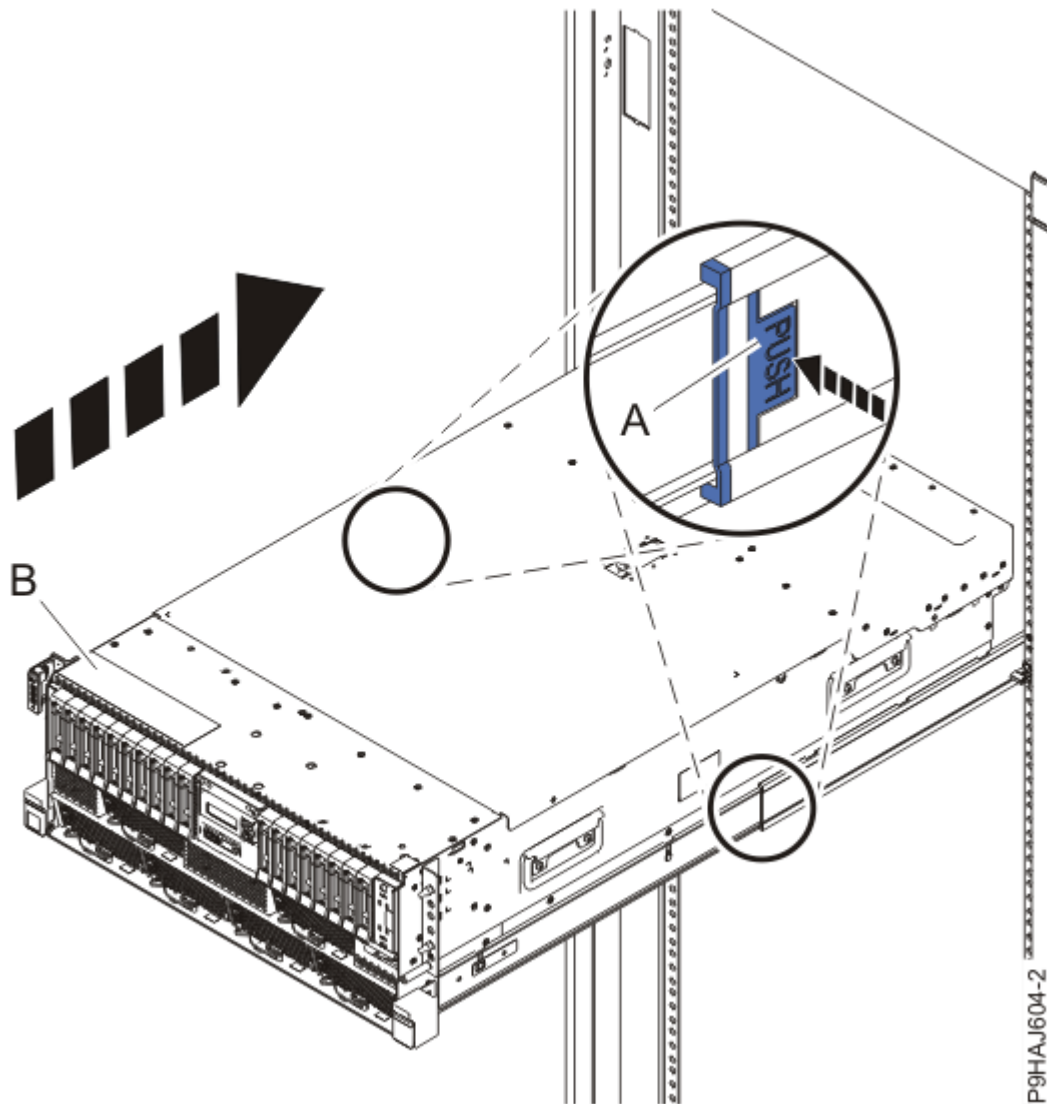

図 15. システムの操作位置への設置
3. ラック・マウント型システムの場合、青色のレール安全ラッチ **(A)** を、18 ページの図 15 に示されているように内側に押してアンロックします。